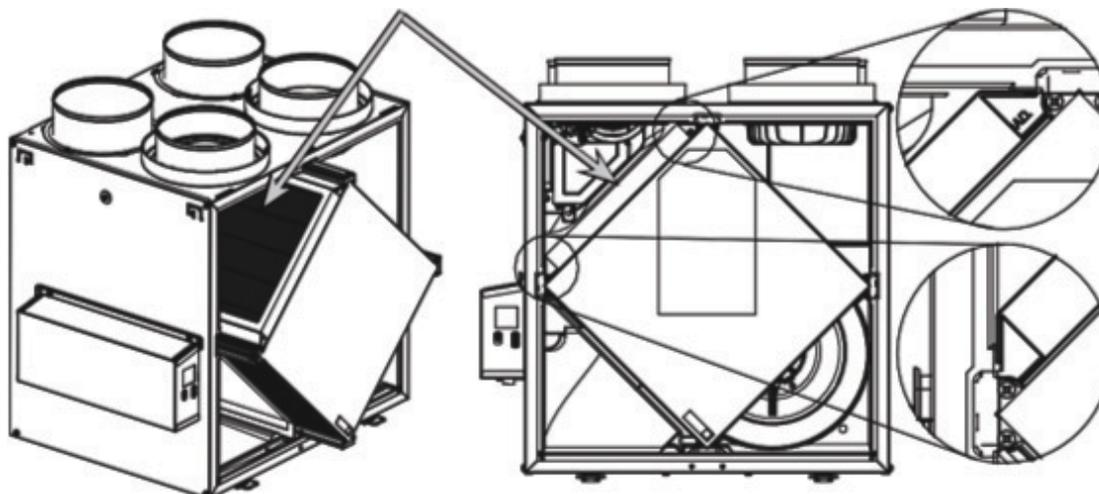

Fig. 28 – Filtre MERV13 en Option
13. Installer le filtre MERV13 sur le noyau, tel qu'illustré ci-contre. (Fig. 28).